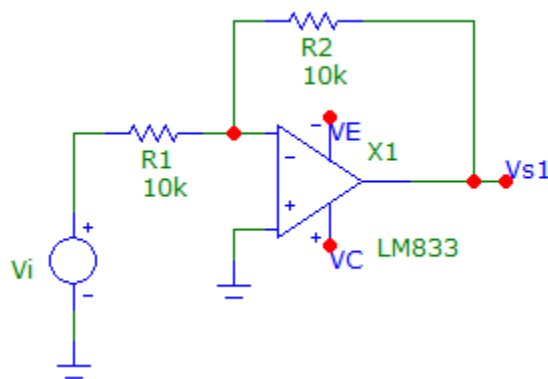
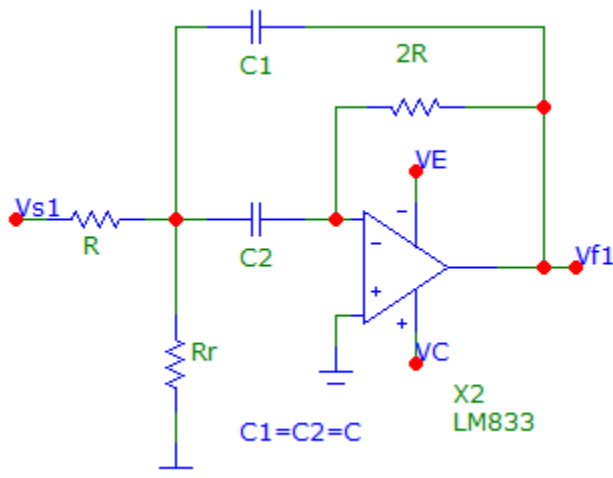

Figura 2.2. Amplificador inversor.
Figura 2.3. Filtro de banda angosta
2. Realice la simulación de la respuesta en frecuencia (utilizando una década antes y una década después del rango de frecuencias) para el filtro del circuito de la figura 2.3, utilizando los valores de elementos para cada uno de los rangos de frecuencia de la tabla 2.1.
1. Arme el circuito de la figura 2.2.
3. Arme tres filtros (circuito de la figura 2.3), considerando los valores de los elementos de la tabla 2.1 para frecuencias de 300 a 3000Hz, conéctelos a la salida $v_1(t)$ del circuito de la figura 2.2, como se muestra en la figura 3.4.